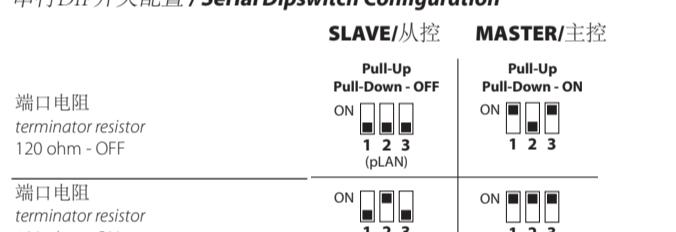

Fig.3
COM1 (2), COM2串行端口	RS485 最大115.2 Kbps 可拆卸螺接头3.81mm 插脚 屏蔽双绞线AWG 20-22 ± 最长 = 500m - 紧固扭力0.25Nm (2.2lbf x) 通过DIP开关设定主从 (Fig.3) 0 ~ 50 °C / 20 ~ 80% rH 0 ~ 50 °C ±1 °C (静态空气) 20 ~ 80% ±5% (静态空气)
(1) 仅用于服务操作。USB端口可能会被ESD(静电释放)。建议采用恰当的预防措施，以防止故障。
(2) 光电隔离，适用于PGR07***[C,D,F,G,R]***
COM1 (2), COM2 Serial ports	RS485 max 115.2 Kbps Removable screw connector 3.81mm pitch Shielded twisted pair cable AWG 20-22 for ± Lmax = 500m - tightening torque 0.25Nm (2.2lbf x in) Master/Slave set via dipswitch (Fig.3)